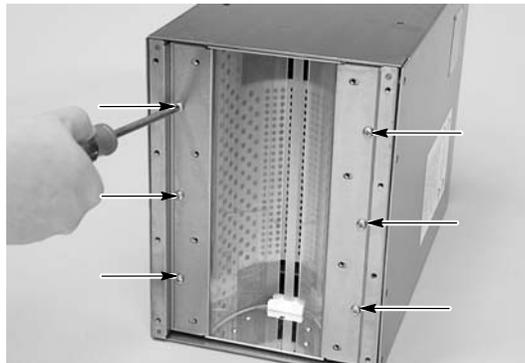

Figura 6-7 Smontaggio delle staffe di fermo
4. Vedi figura 6-7. Allentare le sei viti di montaggio, poi rimuovere le due staffe di fermo dalla base del gruppo lampada.